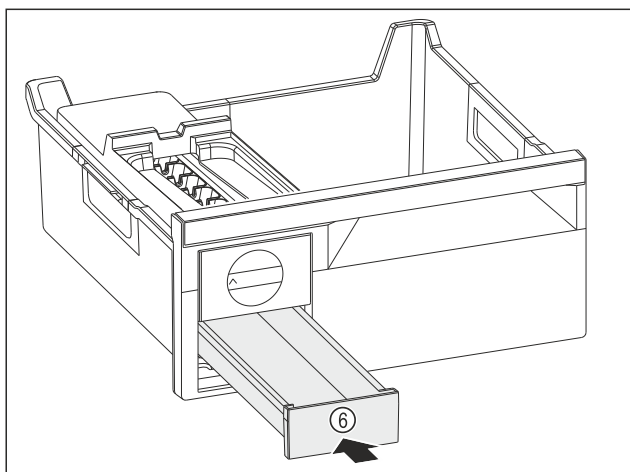

Fig. 117
- ▶ Inșerați sertarul pentru cuburi de gheață Fig. 117 (6).